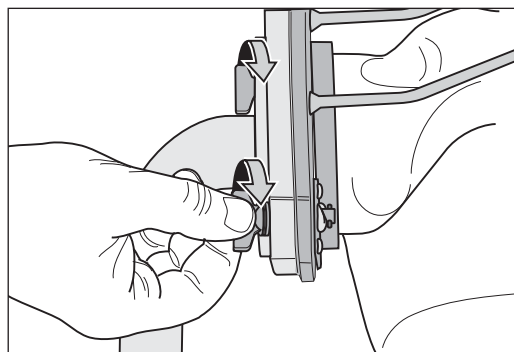

Abb. 4 Den Staubsack mit den Schnellverschlüssen befestigen.
- 6 Befestigen Sie den Staubsack mit den beiden Schnellverschlüssen am Aufnahmeflansch (Abb. 4).